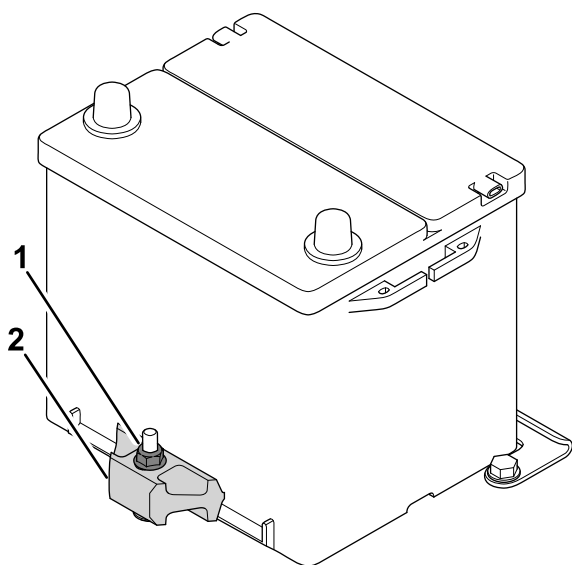

Figure 43
2. Desserrez le contre-écrou qui fixe le dispositif de retenue de la batterie et déposez la batterie de son support (Figure 43).
1. Placez la batterie sur son support et fixez-la au dispositif de retenue en serrant le contre-écrou (Figure 43).